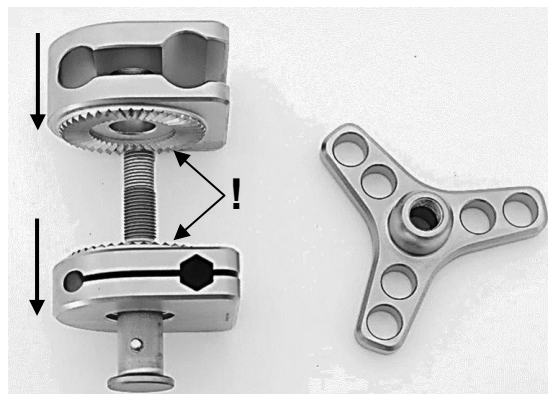

Abb. 10
Wie in Abbildung 10 zu sehen, zuerst das untere Klemmstück (3) und anschließend das obere Klemmstück (2) über die Gewindestange (4) einführen. Bitte folgende Hinweise beachten!